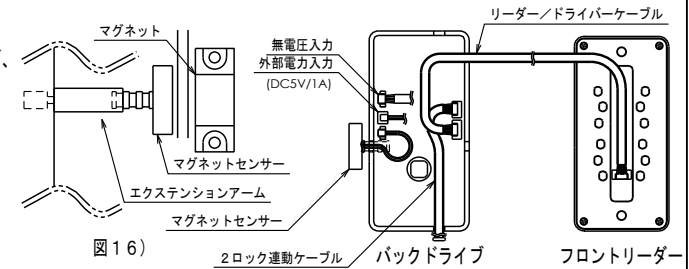

図16)
- エクステンションアームを使用することで、柱からマグネットセンサーまでの距離を調整できます。（図16参照）※閉扉時に自動施錠設定しない場合はマグネットセンサーの設定は不要です。